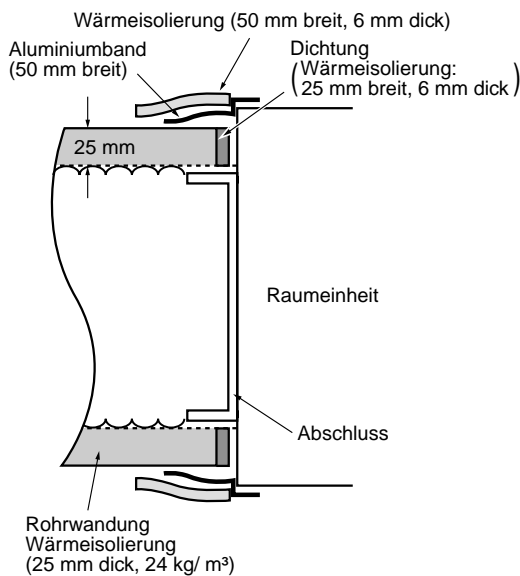

Abb. 1
2. Schließen Sie alle Lüftungsleitungen an den Flansch an. (Abb. 1)